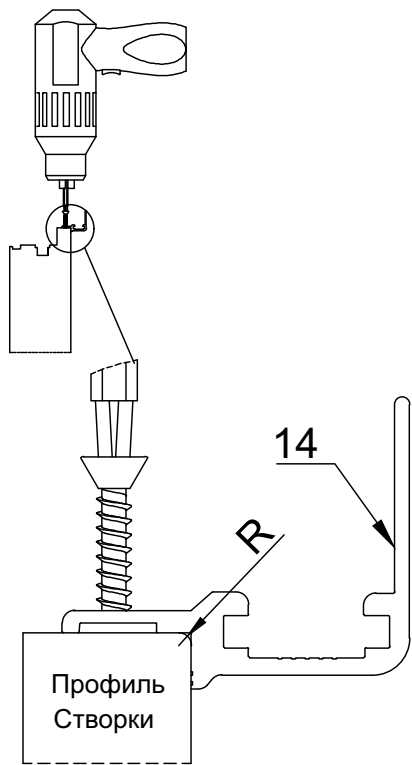

Рис. 5-А
5 - Обрежьте Направляющую шину раздвижных ножниц (14) на 10 мм короче размера ширины створки, и установите, сделав отступ по 5 мм с каждой стороны. (Рис. 5-А) и (Рис 5-В)